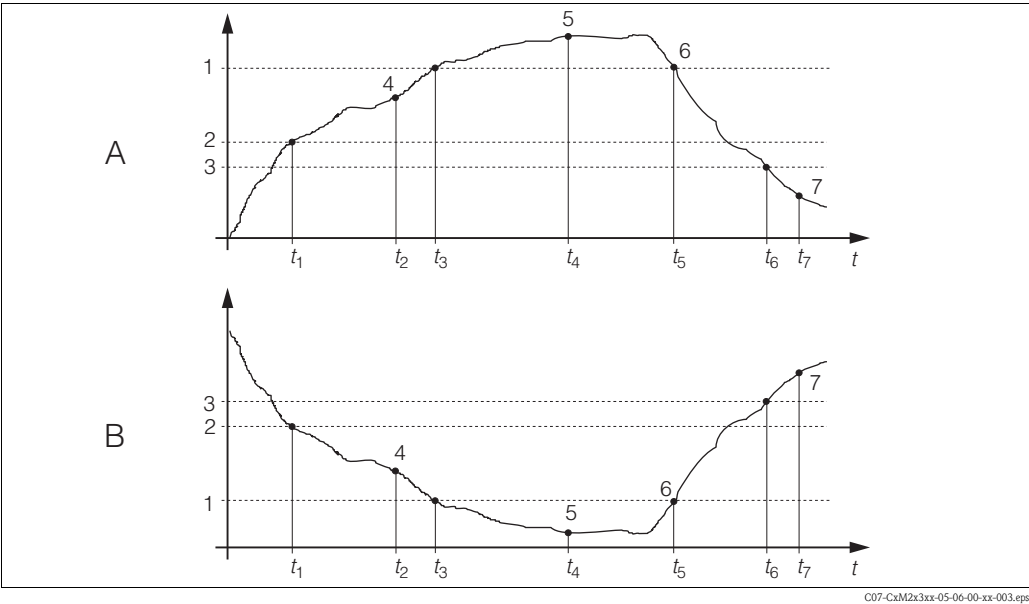

Abb. 22: Darstellung der Alarm- und Grenzwert funktionen
Zur Verdeutlichung der Kontaktzustände eines Relais können Sie die Schaltzustände aus Abb. 22 entnehmen.
- Bei steigenden Messwerten (Maximum-Funktion s. Abb. 22 A) wird der Relaiskontakt (Grenzwertgeber) ab t_2 nach Überschreiten des Einschaltpunktes (t_1) und Verstreichen der Anzugsverzögerung ($t_2 - t_1$) geschlossen. Wenn die Alarmschwelle (t_3) erreicht wird und die Alarmverzögerung ($t_4 - t_3$) ebenfalls abgelaufen ist, schaltet der Alarmkontakt.
Gleiche Einstellungen können analog zur Maximum-Funktion auch für eine Minimum-Funktion getroffen werden (s. Abb. 22 B).